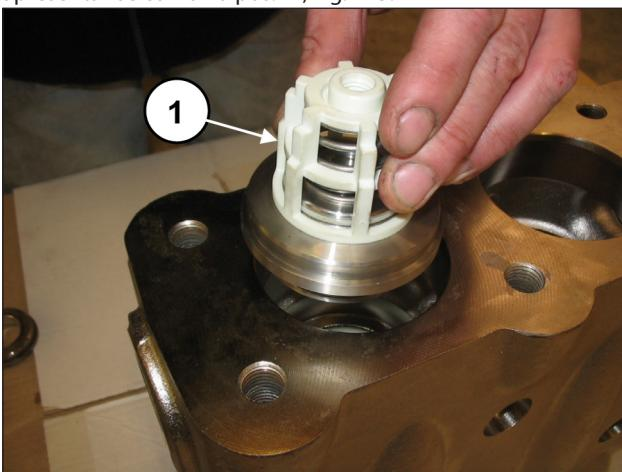
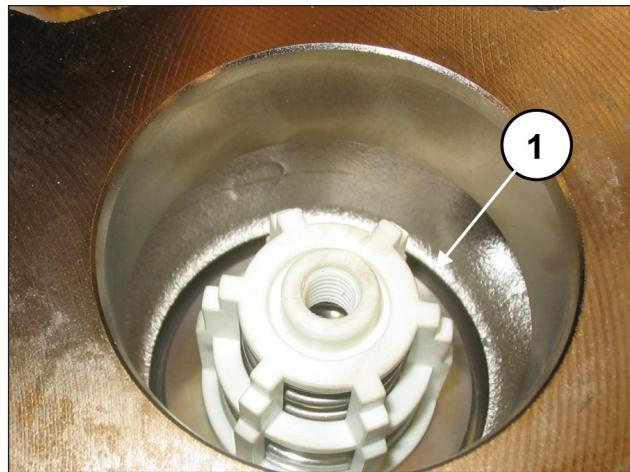

Fig. 124
Fig. 125
Insira o grupo da válvula de descarga (pos. ①, Fig. 124). O grupo da válvula deve ser inserido completamente no fundo e apresentar-se como na pos. ①, Fig. 125.